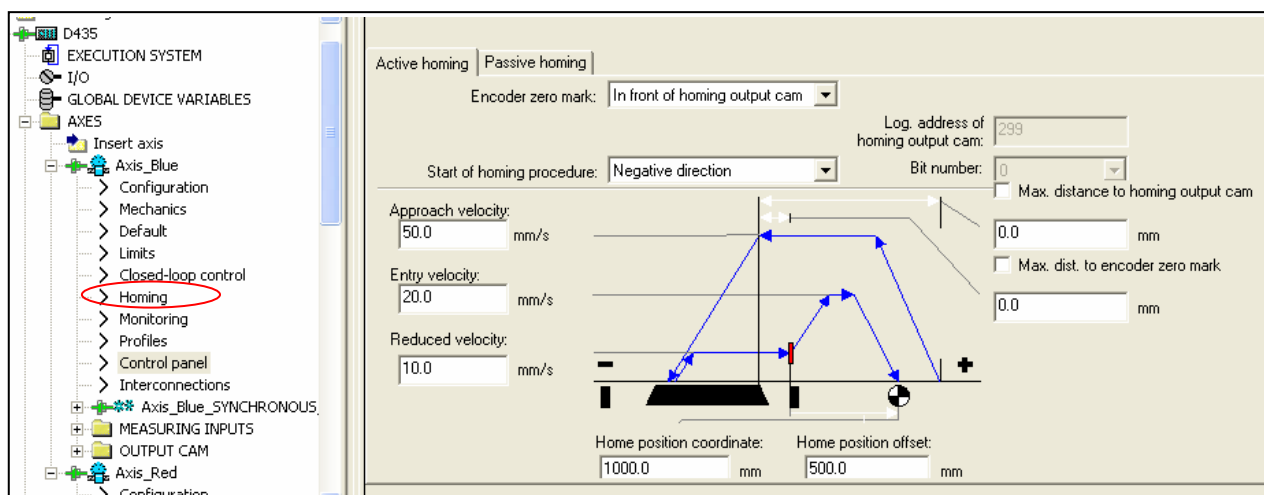
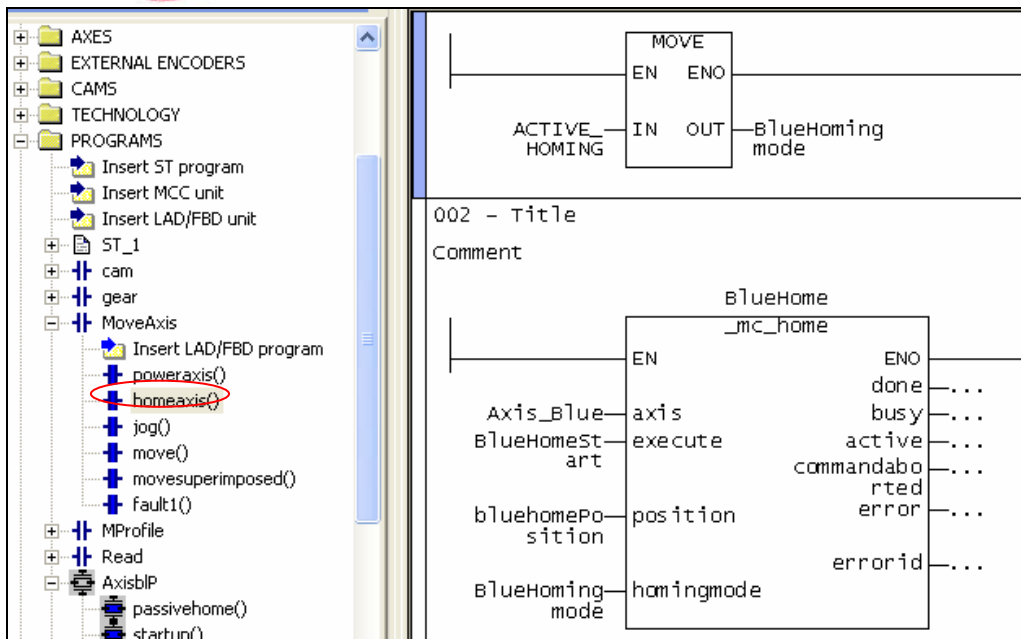

图. 33
图. 34
(5) 建立“HomeAxis”轴的回零点控制程序，方法同上，在此程序中插入轴的回零点控制功能块“_mc_home”（图 34）。在使用此功能块前应根据需要先在轴的“homing”中设定该轴的回零方式，见图 33：